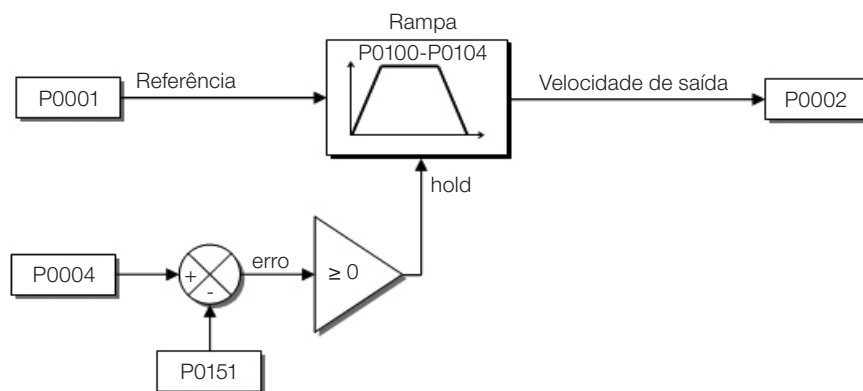
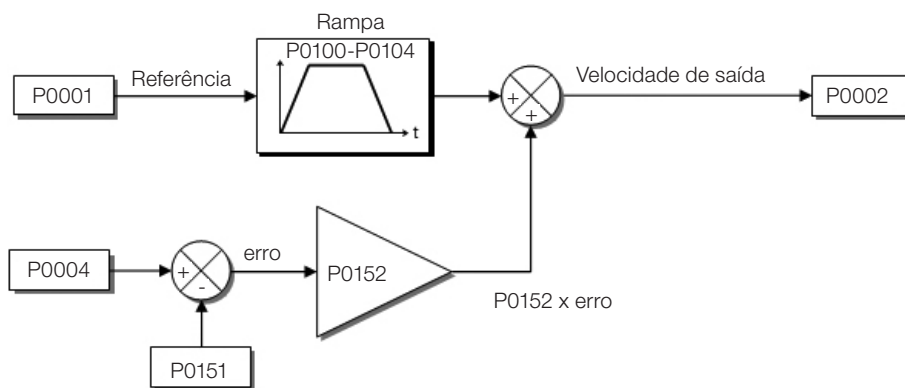
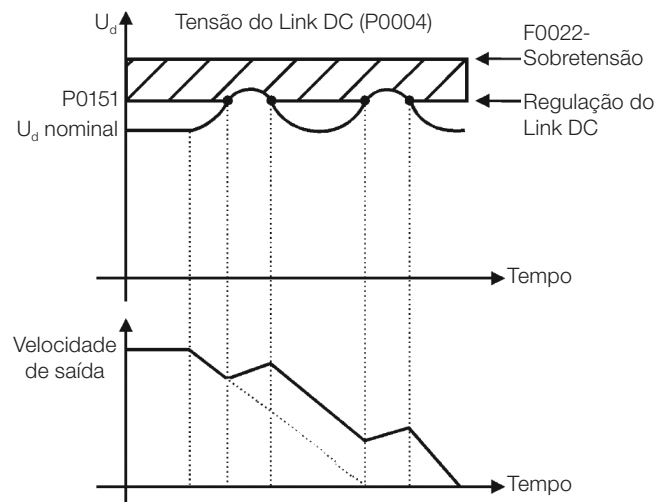

Figura 11.2: Blocodiagrama da limitação da tensão do Link DC – hold de rampa (P0152 = 0 ou P0152 = 2)
Figura 11.4: Blocodíagrama da limitação da tensão do Link DC – acelera rampa ($P0152 = 1$ ou $P0152 = 3$)
Figura 11.5: Gráfico exemplo da limitação da tensão do Link DC – acelera rampa (P0152 = 1 ou P0152 = 3)
- Atuação: a tensão do Link DC é medida (P0004) e comparada com o valor ajustado em P0151, a diferença entre estes sinais (erro) é multiplicado pelo ganho proporcional (P0152), o resultado é então somado à saída da rampa, conforme Figura 11.4: Blocodiagrama da limitação da tensão do Link DC – acelera rampa \(P0152 = 1 ou P0152 = 3\) na página 11-6 e Figura 11.5: Gráfico exemplo da limitação da tensão do Link DC – acelera rampa \(P0152 = 1 ou P0152 = 3\) na página 11-7.
A Figura 11.2: Blocodiagrama da limitação da tensão do Link DC – hold de rampa \(P0152 = 0 ou P0152 = 2\) na página 11-5 à Figura 11.5: Gráfico exemplo da limitação da tensão do Link DC – acelera rampa \(P0152 = 1 ou P0152 = 3\) na página 11-7 mostram os blocodiagramas e gráficos exemplos.